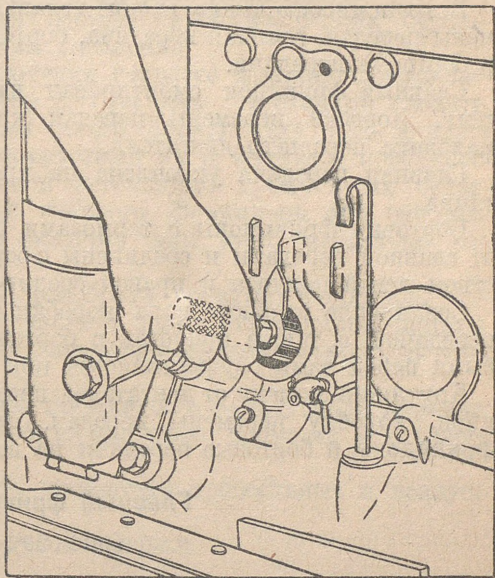

Рис. 28. Проверка правильности установки масляного насоса
3. Чтобы проверить правильность установки масляного насоса, нужно в отверстие для прерывателя-распределителя вставить контрольную скалку, причем стрелка скалки должна быть направлена вверх, как показано на рис. 28.